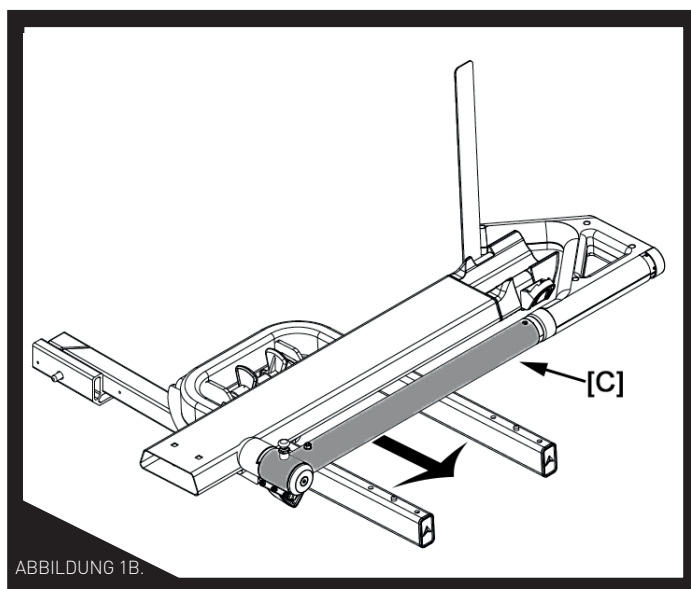

ABBILDUNG 1B.
**WICHTIG!** Wie in Abbildung 1B abgebildet, muss die Fahrradhalterung mit dem Haltearm [C] am offenen Ende der U-Stütze montiert werden